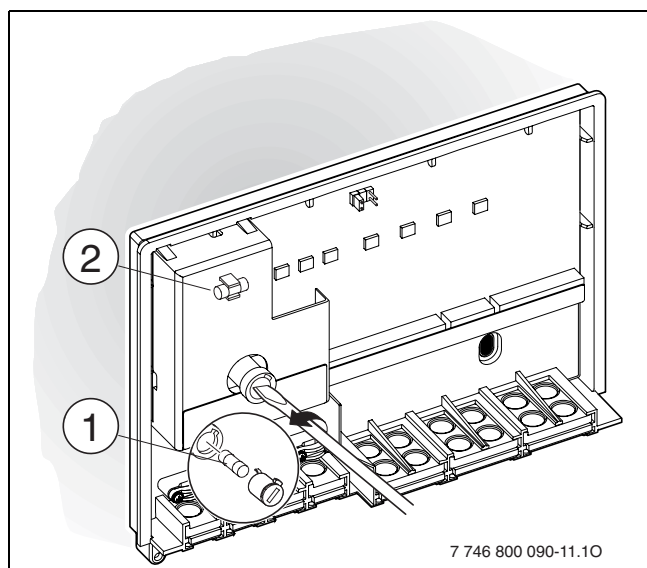

Fig. 23 Remplacement du fusible
- Remplacer le fusible (→ Fig. 23, [1]) par un autre du même type (5 AF, céramique, rempli de sable). Un fusible de rechange [2] se trouve sur le couvercle du module MCM10.